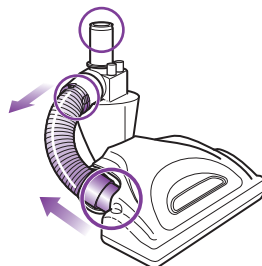

Fig. 30
- Détachez le tuyau souple de l'extrémité supérieure de la brosse à planchers motorisée en pressant les onglets ensemble et en tirant le tuyau vers le haut, puis détachez le tuyau de l'extrémité inférieure en tirant sur le raccord. Inspectez l'intérieur des trois orifices. (Fig. 30)